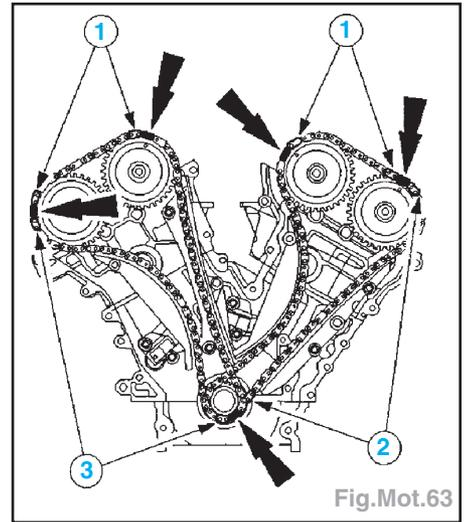

Fig.Mot.63
- Poser la plaque adaptatrice de tendeur droit, le tendeur de chaîne de distribution (2) et les vis.
- Contrôler le calage des arbres à cames (Fig.Mot.63) :